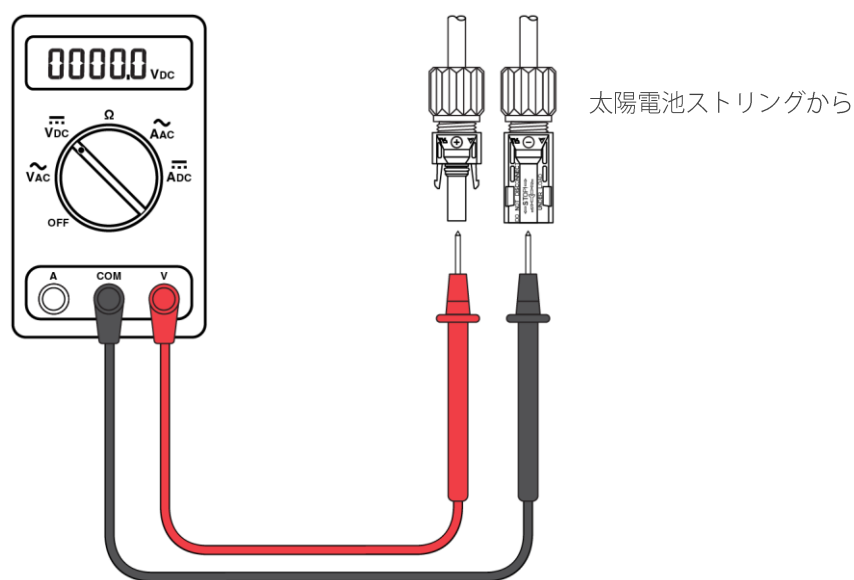

図 12:入力に接続する太陽電池ストリングの極性を確認する
- 安全手順とプロトコルに従って電圧を測定し、入力 A に接続される太陽電池ストリングの極性を確認してください。図 12 参照。